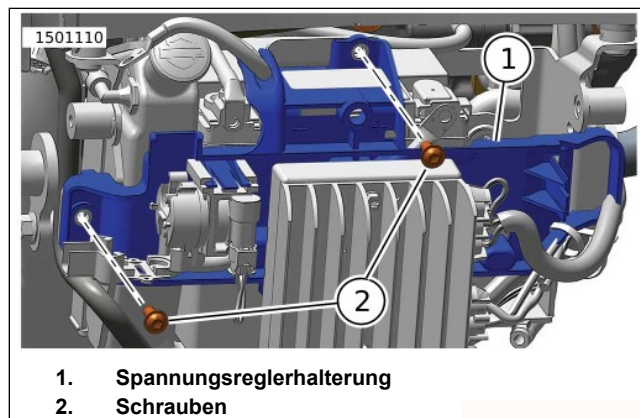

Abbildung 82. Schrauben der Spannungsreglerhalterung
5. Abbildung 82 Die Schrauben (2) der Spannungsreglerhalterung entfernen.
2. Abbildung 82 Die Spannungsreglerhalterung (1) positionieren.
3. Die Schrauben (3) der Spannungsreglerhalterung einbauen. Festziehen.